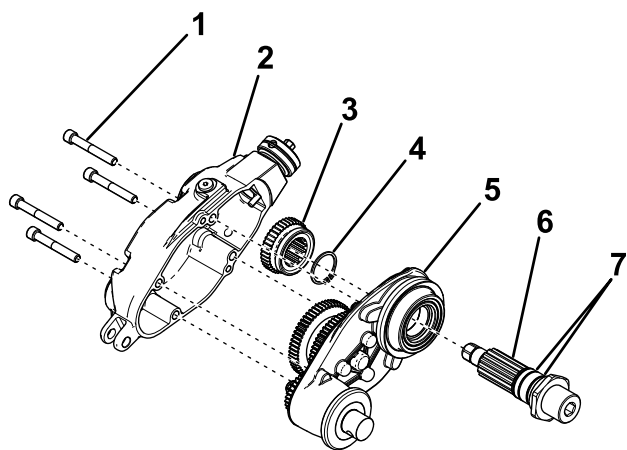

Figura 4
6. Retire los 4 pernos que sujetan la cubierta de la transmisión del groomer (Figura 4).
7. Retire la cubierta y deslice el engranaje motor para sacarlo del árbol de transmisión (Figura 4).
8. Retire el anillo de retención y empuje el conjunto del árbol de transmisión para sacarlo de la carcasa del groomer (Figura 4).
9. Retire y deseche las juntas tóricas del conjunto del árbol de transmisión (Figura 4).